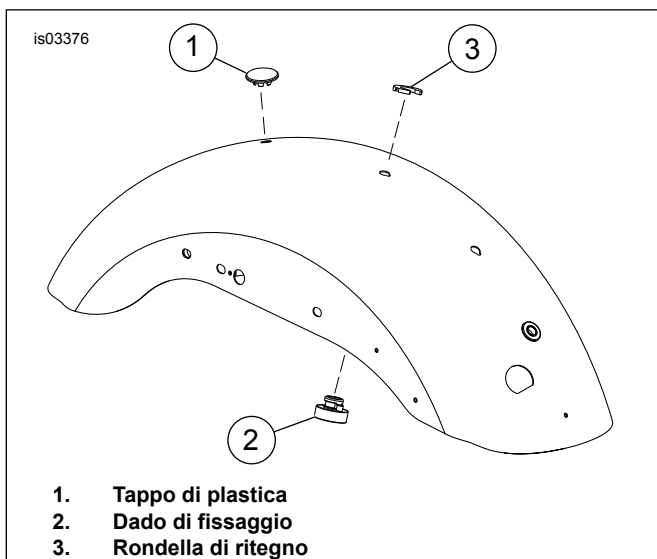

Figura 2. Dado di fissaggio e tappo di plastica (selle mono-posto)
3. **Per i modelli XL883 e XL883L:** Vedere Figura 2. Togliere il tappo di plastica (1) dal foro posteriore sul parafango e conservarlo.
4. Togliere il dado di fissaggio (2) e la rondella (3) dal foro centrale sul parafango.